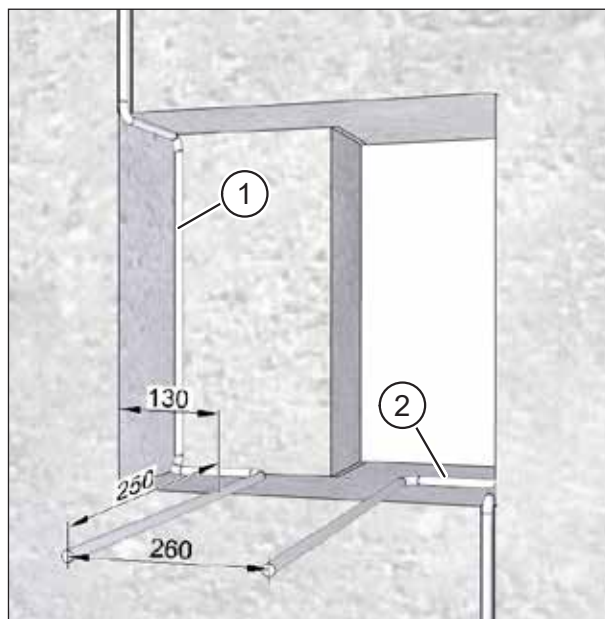

Fig. 11 : Poser les câbles de raccordement, dimensions en millimètres
- ▶ Posez le câble d'alimentation (pos. 1 dans Fig. 11) et, le cas échéant, le câble de commande (pos. 2 dans Fig. 11) en les laissant dépasser d'env. 250 mm au-dessus du mur.